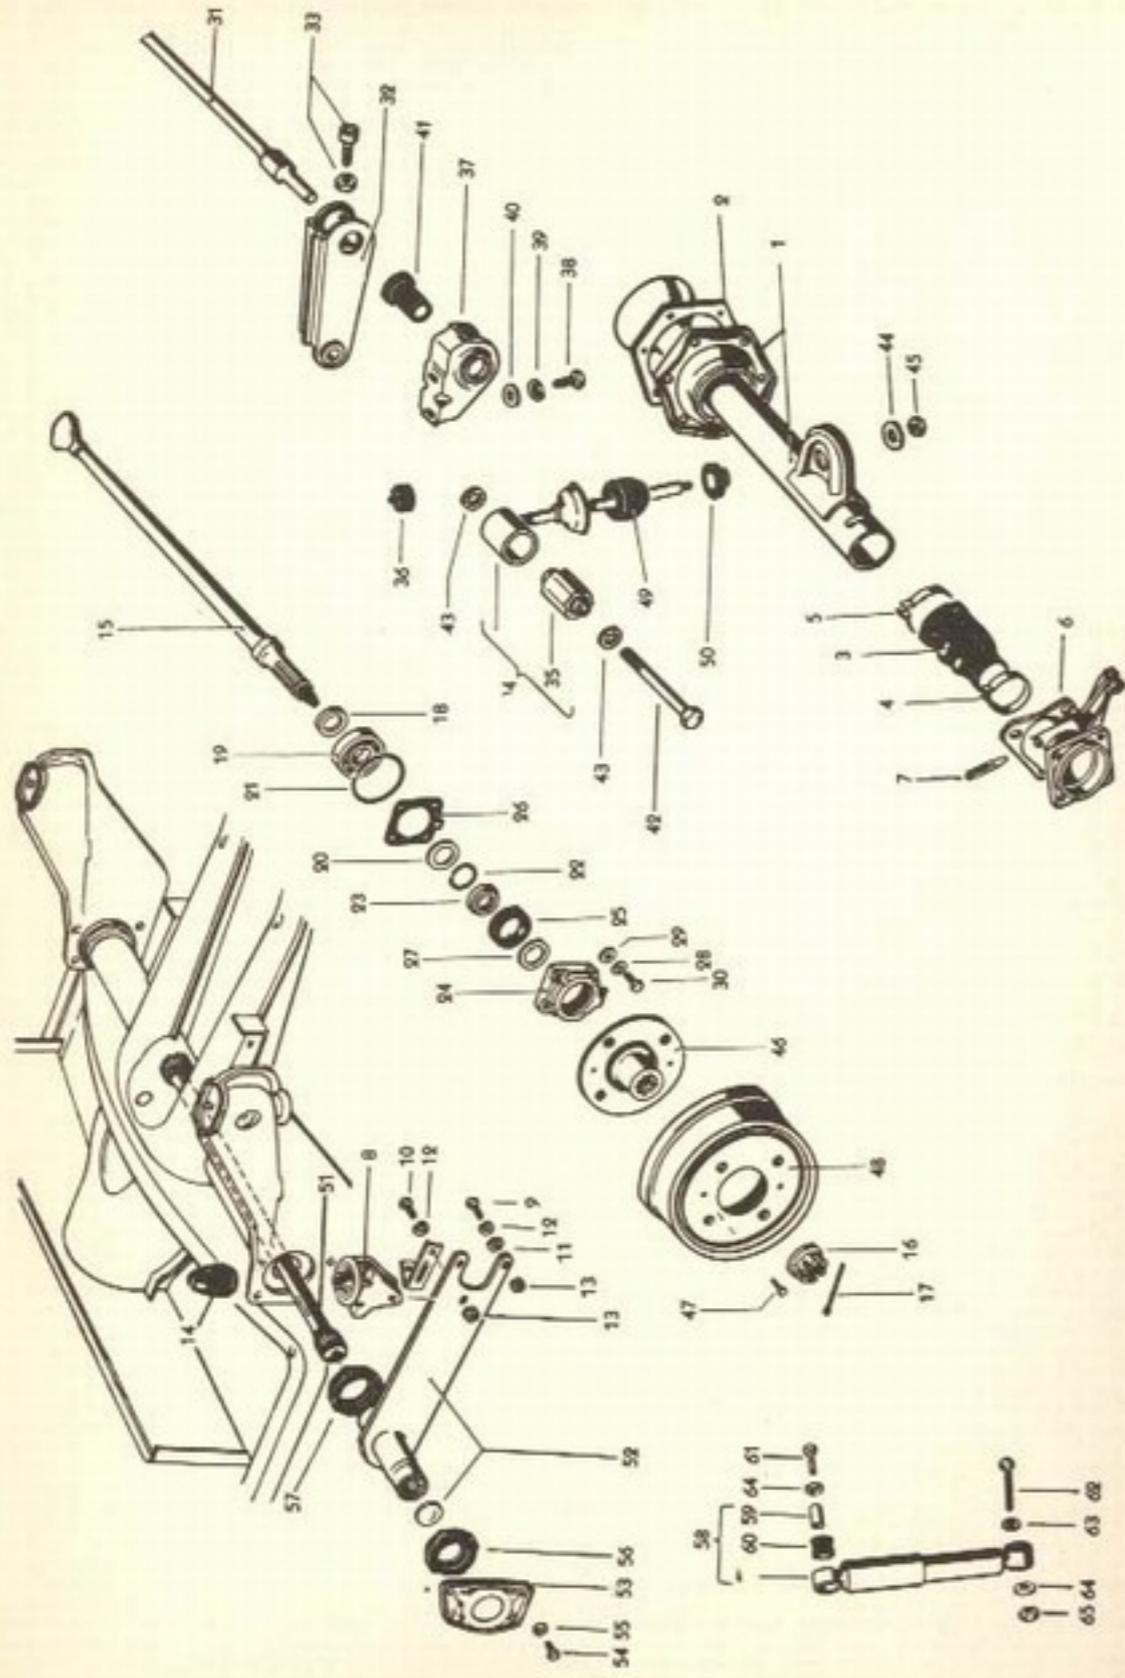

Fig. 23-V — Suspensão traseira da Variant. A do sedan é idêntica, apenas o tambor da roda (48) e o cubo (46) cons-
Os eixos traseiros do sedan "1600" e da Variant são praticamente iguais. Como a distância entre as rodas no sedan é 1308 mm e na Variant 1358 mm, as semi-árvores e os tubos das semi-árvores são mais compridos que no sedan. Os flanges das semi-árvores são ligeiramente diferentes. A principal diferença entre os conjuntos é que no sedan o cubo da roda e o tambor constituem um só conjunto, enquanto que na Variant, o cubo (46, Fig. 23-V) pode ser destacado do tambor (45), ao qual é preso por parafusos (47).
A suspensão é do tipo de barra de torção tubular (48), possuindo também uma barra de torção adicional (30). A Fig. 23-V mostra todos os detalhes do eixo traseiro. A regulagem dos braços da suspensão é de 23° 30' ± 50' para ambos os modelos.